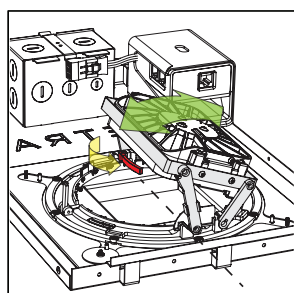

fig. 14
- Déverrouillez le châssis de l'émetteur : placez la main dans le boîtier du D2 et déverrouillez les leviers de verrouillage de l'inclinaison et de la rotation (tous deux de couleur rouge) (voir la fig. 14).